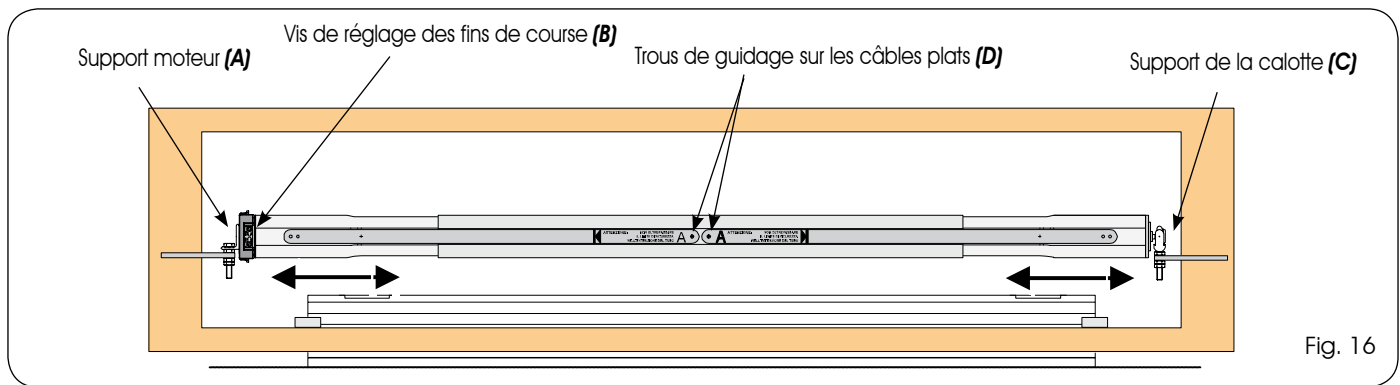

Fig. 16
1. Introduire la tête du moteur dans l'attelage rapide du support du moteur (Fig.16 réf.A). Orienter le moteur de manière à pouvoir accéder aux vis de réglage des fins de course (Fig.16 réf.B).
2. Faire coulisser les composants télescopiques de l'électro-rouleau, jusqu'à ce que la calotte soit introduite sur le roulement de son support (Fig.16 réf.C).
3. Contrôler que le rouleau est positionné de manière parfaitement horizontale, en modifiant éventuellement les hauteurs des supports (Fig.16 réf.A-C), par l'intermédiaire du système écrou/contre-écrou.
5. Au niveau des trous de guidage sur les câbles plats (Fig.16 réf.D), percer avec un foret à métaux Ø 5mm.
6. Dans les trous (Fig.16 réf.D) visser les vis autotaraudeuses fournies (Fig.1 Réf. 14) en fixant solidement les pièces du rouleau entre elles.
2. Desserrer la vis qui serre le câble plat (Fig.16 réf.D)